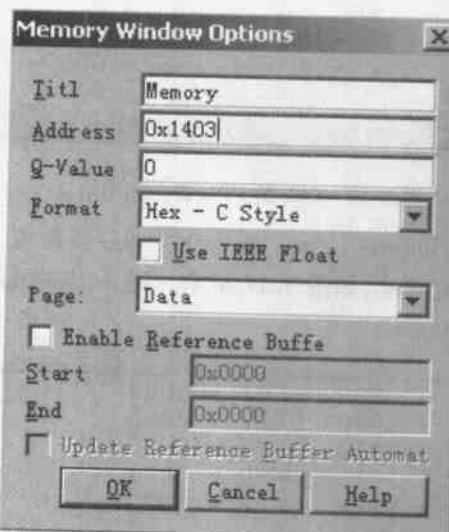

图 3.14 显示指定的存储器内容
(2) Memory 能够显示指定的存储器中的内容。单击此命令,将显示如图 3.14 所示的对话框,在其中的 Address 框里面输入“0x1403”,则 Memory 窗口将显示出地址 0x1403 处的内容为“0x7711”,如图 3.15 所示。可以对照图 3.13 中的一行: